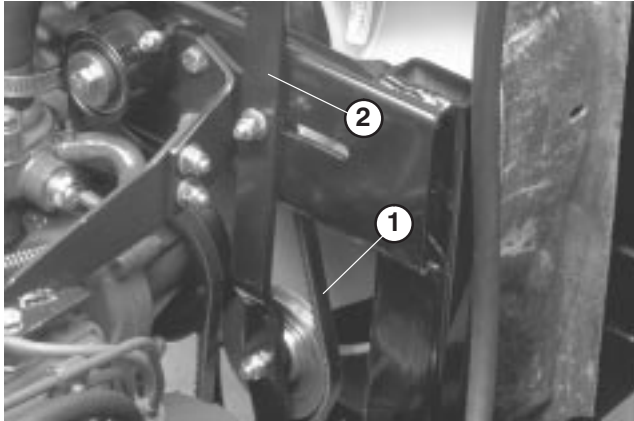

Figure 56
1. Desserrez le contre-écrou sur le levier du tendeur de courroie (Fig. 56).